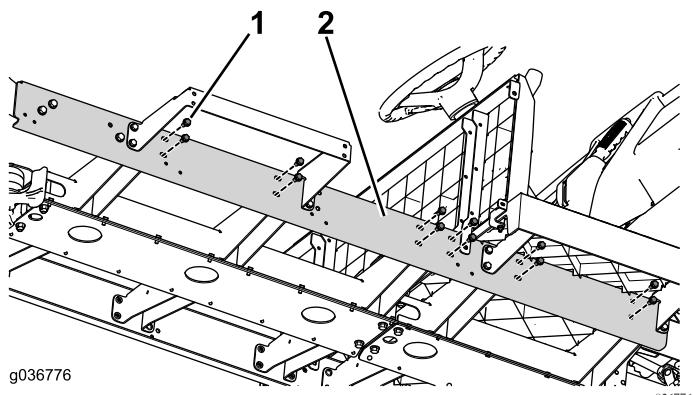

Рисунок 80
2. Свободно установите, не затягивая, два болта ($\frac{3}{8}$ x $\frac{3}{4}$ дюйма), 16 болтов ($\frac{1}{4}$ x $\frac{1}{2}$ дюйма) и две фланцевые гайки ($\frac{3}{8}$ дюйма), чтобы прикрепить нижнюю пластину к центральному швейлеру (Рисунок 80).
3. Установите остальные крепежные детали швейлера (Рисунок 80).